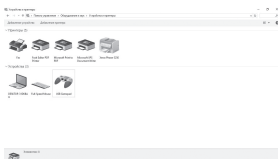
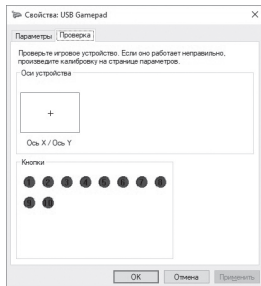

Рис. 3
Рис. 5
- Для того, чтобы проверить правильность исполнения команд геймпадом, необходимо открыть вкладку «Устройства и принтеры» в панели управления Windows (геймпад отображается как «USB Gamerpad»), затем щелкнуть правой кнопкой мыши по иконке устройства и выбрать «Параметры игровых устройств» (возможно потребуются права администратора) (рис.3,4). При этом появится окно «Игровые устройства», в котором нужно выбрать «Свойства» (всплывет окно «Свойства: USB Gamerpad»). Во вкладке «Проверка» можно проверить исполнение команд при нажатии на кнопки (рис.5). Для калибровки джойстика выберите вкладку «Параметры», нажмите «Откалибровать» и следуйте дальнейшим инструкциям.